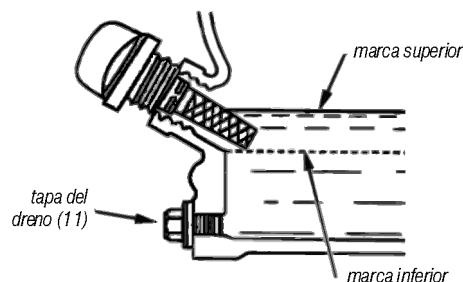

Fig. 8 – nivel de aceite
- 5 – Retire nuevamente la varilla y realice la lectura (fig. 8);